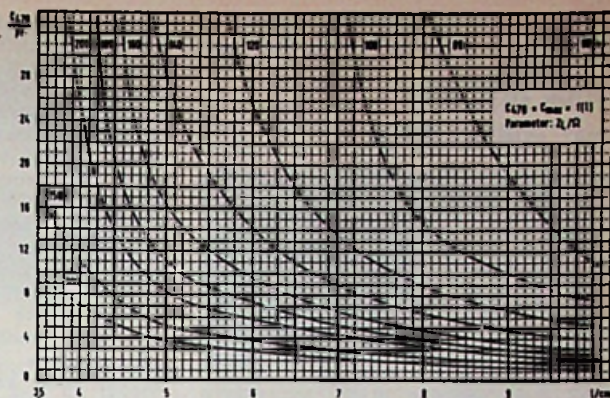
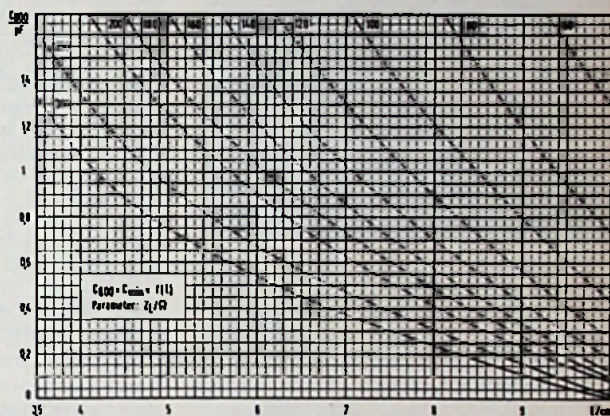
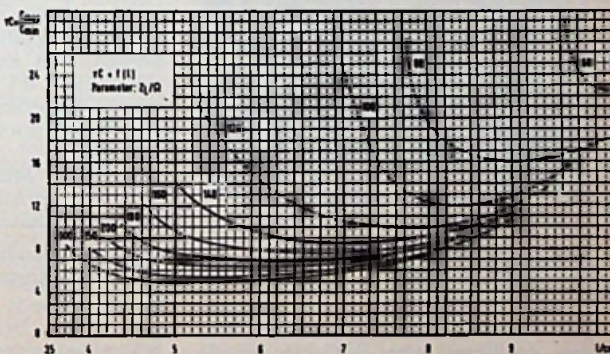

Fig. 12
Fig. 13
Fig. 14
Met deze waarden worden de in fig. 12 tot 14 getekende
diagrammen volgens vergelijking (5) gegeven. In fig. 12 en 13 is  $C_{\max} = C_{470}$  en  $C_{\min} = C_{800}$  als functie van de lengte van de kring  $l$  voorgesteld. Als parameter is de golfweerstand  $Z_L$  genomen. In fig. 14 is de capaciteitsverhouding  $vC = C_{\max}/C_{\min}$  als functie van de lengte van de kring  $l$  voorgesteld. De parameter is weer de golfweerstand  $Z_L$ .
Volgens fig. 12 is voor de afstemcondensator bij 470 MHz, bij een lengte van de coaxiale kring van 7 cm en een golfweerstand van 120  $\Omega$  een eindcapaciteit nodig van  $C_{A,470} = 13,55$  pF.
Volgens fig. 13 wordt de begincapaciteit bij 800 MHz voor  $Z_L = 120 \Omega$  en  $l$  is 7 cm afgelezen als  $C_{A,800} = 1,31$  pF. De capaciteitsverhouding leest men af uit fig. 14 en kan worden genomen als  $vC = C_{\max}/C_{\min}$  op 1 : 10,35.
Daar de afstemsteilheid  $d\lambda/dC$  bij een kleinere capaciteitsverhouding gunstiger is, kan men ook door een grotere golfweerstand en een kortere lengte van de coaxiale kring, volgens fig. 14 bijvoorbeeld, de volgende afmetingen van de coaxiale kring kiezen:
Om een capaciteitsverhouding voor de afstemcondensator 1 : 6,6 te verkrijgen heeft men volgens fig. 14 een lengte van de kring ten bedrage van  $l = 5$  cm nodig bij een  $Z_L = 800 \Omega$ . Uit fig. 12 en 13 vinden we een begin- en eindcapaciteit van ongeveer 1,25 pF en 8,2 pF. Een golfweerstand van  $Z_L = 200 \Omega$  kan men bijvoorbeeld gemakkelijk bereiken door de binnengeleider te spiraliseren. Het verlies aan kringkwaliteit door verliezen van de bedrading kan met een dusdanig goede coaxiale kring ( $Q = 1000 \dots 1500$ ) met als voordeel de kleinere capaciteitsverhouding en de grotere afstemsteilheid op de koop toe worden genomen.